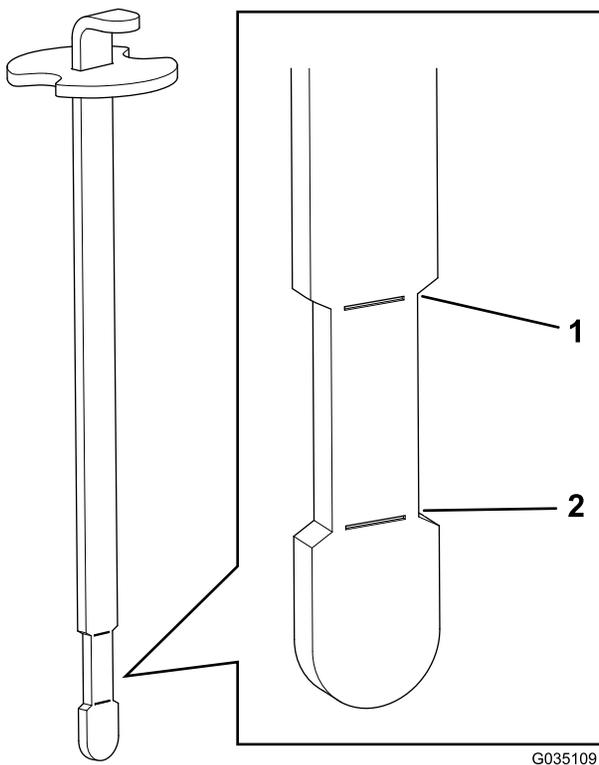

Figura 17
**Nota:** Il livello del fluido deve essere compreso tra le tacche superiore e inferiore (area di strizione) sull'asta di livello (Figura 17).